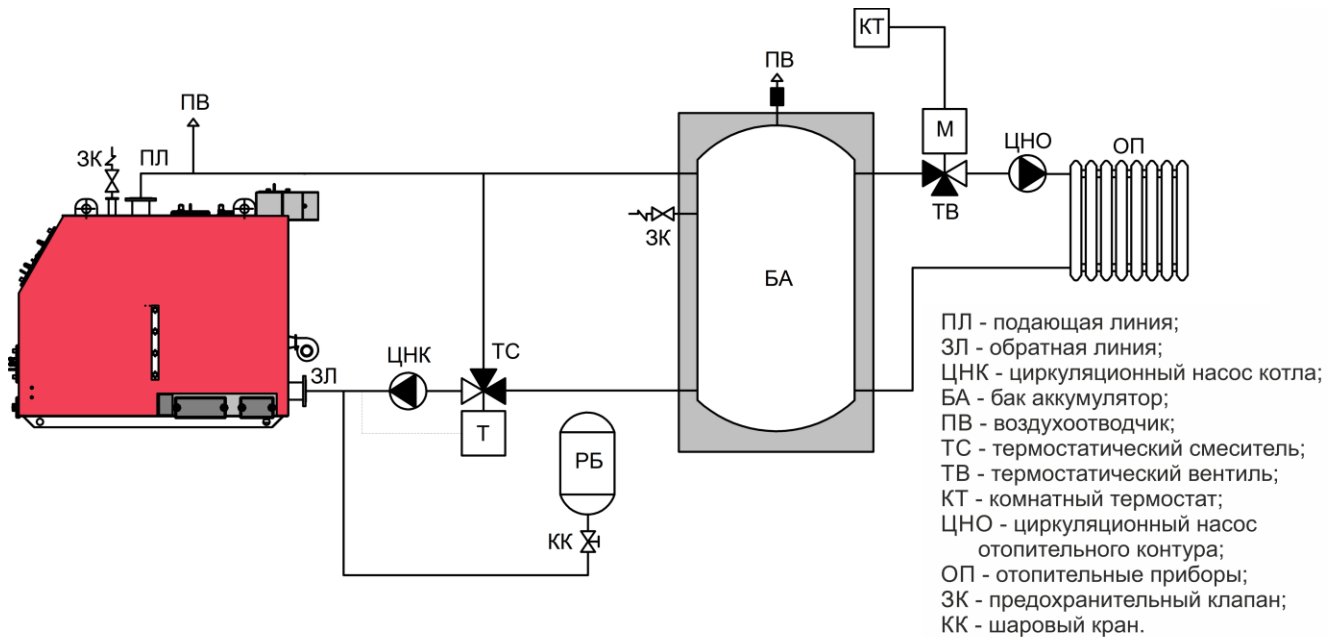
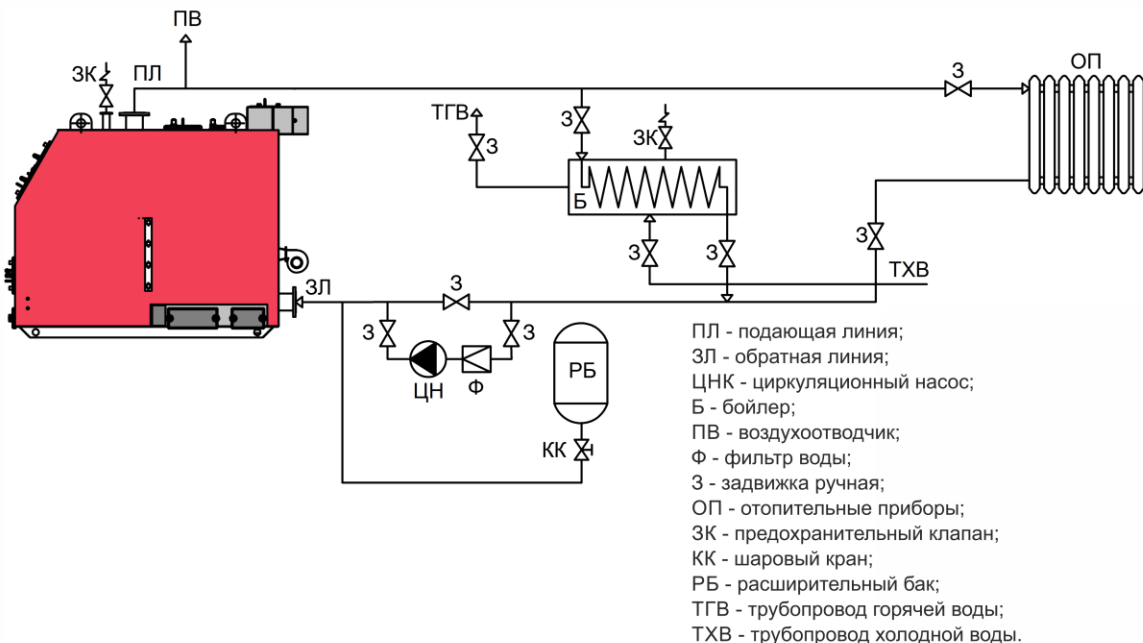

Рис.4 Схема обвязки котла с баком аккумулятором (рекомендованная)
Рис.5 Схема обвязки котла с бойлером (рекомендованная)
6.3.3. Типичные схемы обвязки котла приведены на Рис.4, Рис.5.